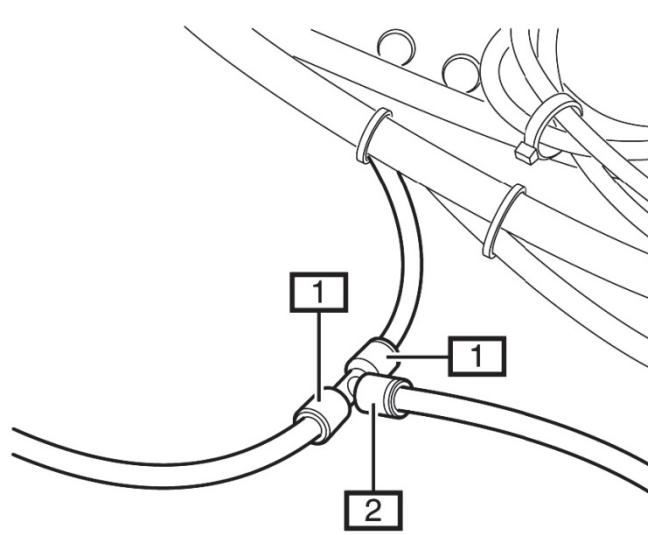

Fig. 4: 1 Leitungsverbinder / Pipe connector / Connecteur / Conec-tor de conductos
- Das Luftrohr (1) zum Luftfederbalg (2) mit einem Polyamidrohr-Abschneider trennen.
- Fig. 4** Die Enden der durchgetrennten Zuleitung in den Leitungsverbinder (1) fest einstecken und einrasten.
- Cut the air pipe (1) to the air bellows (2) with a polyamide cutter.
- Fig. 4** Push the ends of the cut pipe into the pipe connector (1) until they snap into place.
- Couper le tuyau d'aérage (1) menant au soufflet de suspension pneumatique (2) avec une cisaille à tube en polyamide.
- Fig. 4** Insérer solidement et bloquer les extrémités de la conduite coupée sur le connecteur (1).
- Cortar el tubo de aire (1) del fuelle del resorte neumático (2) con un dispositivo para cortar tubos de poliamida.
- Fig. 4** Insertar fijamente los extremos de los conductos en el conector (1) hasta que engranen.